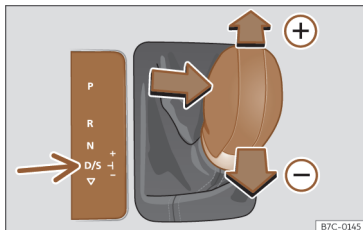

Fig. 93 Consola central: mudar velocidades com tiptronic.
- Empurre a alavanca para a frente (+) ou para trás (-) para engrenar uma mudança mais alta ou mais baixa >>> **Fig. 93**.